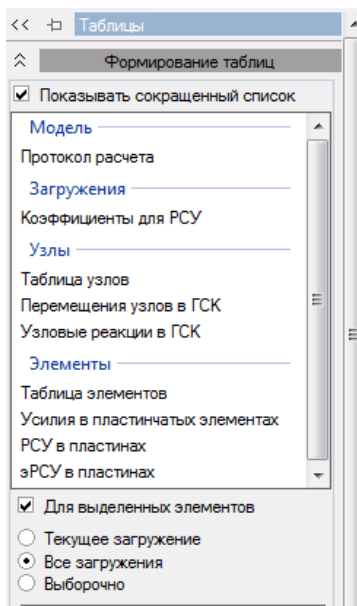

Рис. 93. Формирование таблиц результатов
- В боковой панели **Формирование таблиц** выделите название таблицы **Усилия в пластинчатых элементах** (указав для выделенных элементов) (рис. 93) и нажмите на кнопку **Сформировать**.